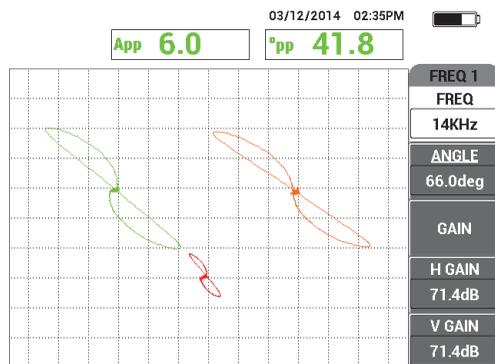

Figura 5-146 La scansione del foro passante
16. Posizionare la sonda in prossimità del foro passante, premere il comando NULL (zero) dell'interruttore a pedale ed in seguito scansionare il foro mediante un movimento traente (vedere Figura 5-146 a pagina 242).